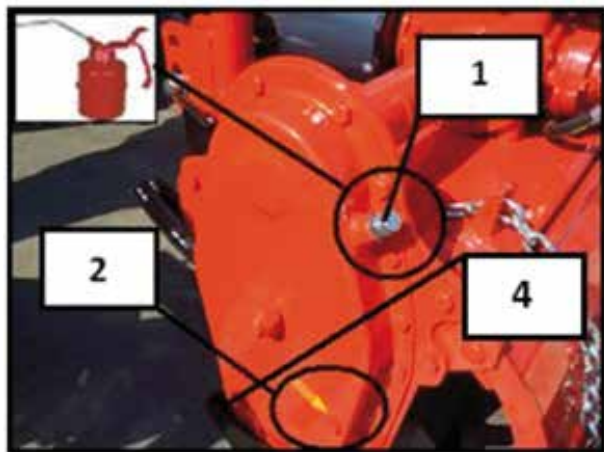
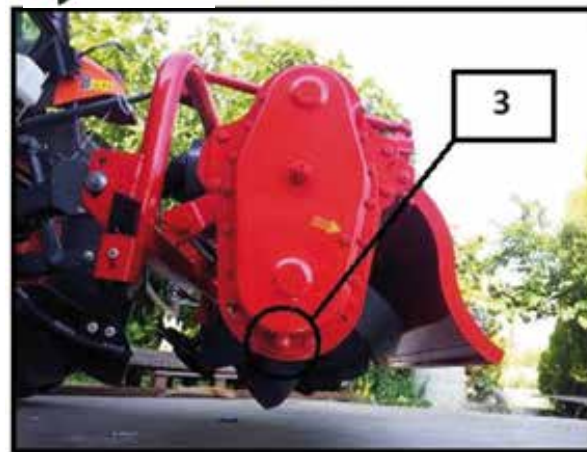

Figura 37
Figura 38
- Si está disminuido, completarlo desde la parte donde se encuentra la llave de llenado de aceite (1) con SAE140EP/3.5 (aceite Nr. 140).
- Cambie el aceite en la caja de engranes lateral al menos una vez por temporada en caso de contaminación. Para ello, quite la tapa de protección lateral de la caja de engranes (4) que se muestra en la Figura 37 y descargue y remplace el aceite de la parte donde se encuentra la llave de descarga (3) que se muestra en la Figura 38.